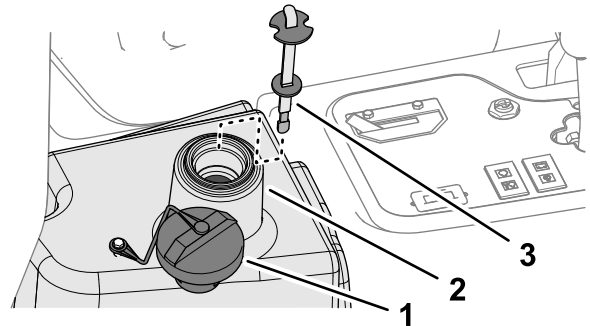

Figura 91
2. Pulite attorno al collo del bocchettone e del tappo del serbatoio del fluido idraulico (Figura 91) e rimuovete il tappo.